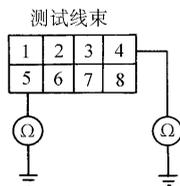

图 3-188 检查测试线束 C 的 5 号接线柱和地线之间的导通性
3	<p>检查螺旋电缆对地导通性</p> <p>步骤：</p> <p>(1) 断开点火开关</p> <p>(2) 取掉仪表盘下盖，从 SRS 主线束拆下螺旋电缆 6 芯连接器</p> <p>(3) 将测试线束 C 接到螺旋电缆 6 芯连接器上</p> <p>(4) 检查测试线束 C 的 4 号接线柱和地线之间的导通性，测试线束 C 的 5 号接线柱和地线之间的导通性 (图 3-188)</p> <p>(5) 导通吗</p>